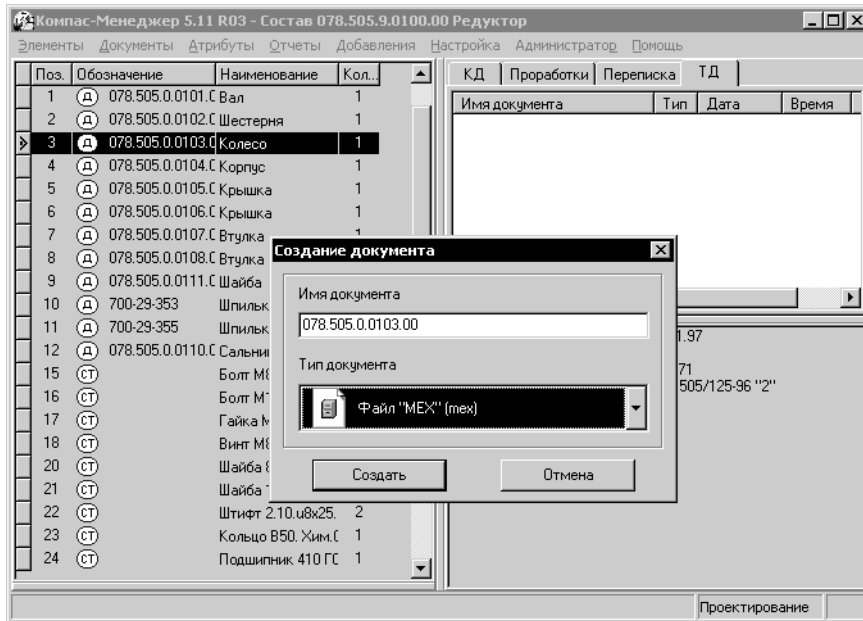

Рис. 3.89. Регистрация технологического процесса на механообработку
6. Выберите нужный тип технологического документа из списка, при необходимости откорректируйте имя документа и нажмите кнопку **Создать** (рис. 3.89). КОМПАС-МЕНЕДЖЕР регистрирует новый документ, который будет храниться в его файловой структуре.